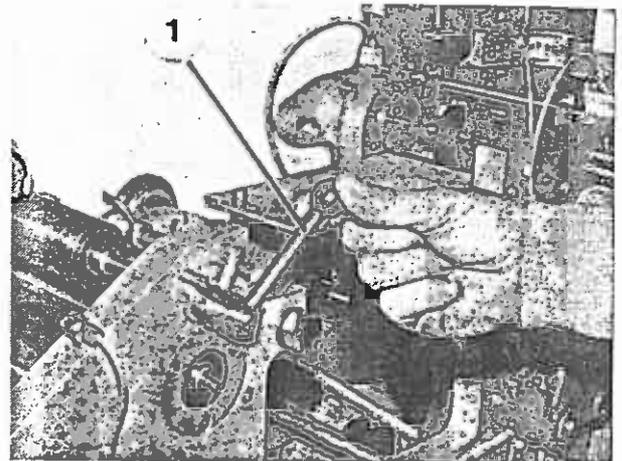

Bild 71
2. Gegenwalze der Vorzugswalze durch Umlegen des Hebels (Bild 71/1) anheben.